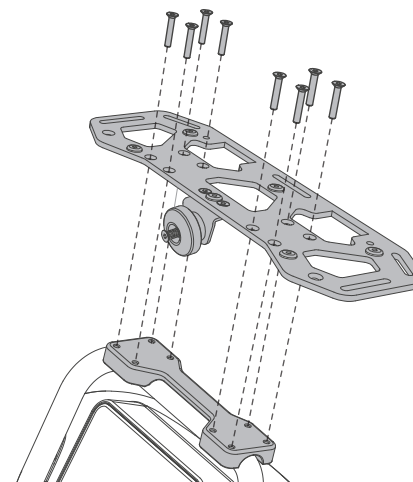

Ilustración 10: Instalación del portacarga
4. Coloque el portacarga para que quede alineado con la estructura de carga lateral, tal y como se muestra en la **Ilustración 10**.